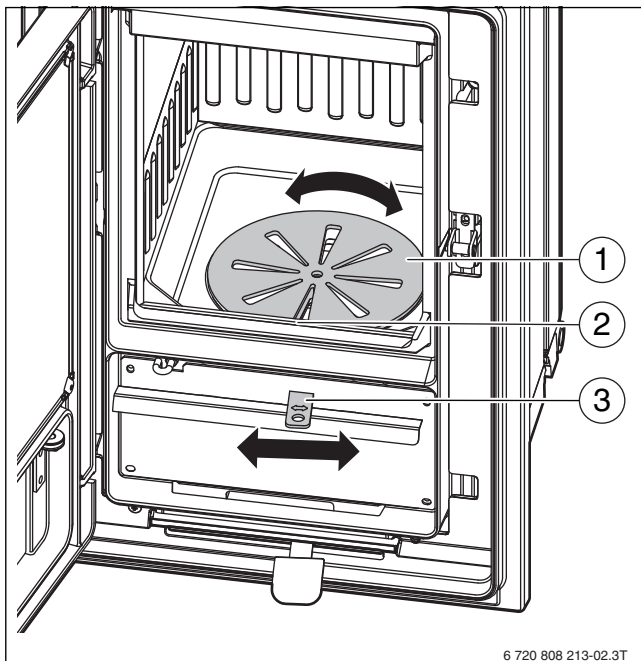

Bild 10 Rost bewegen
- ▶ Primärluftöffnungen (→ Bild 10, [2], Seite 13) prüfen und bei Bedarf mit einem spitzen Gegenstand reinigen.